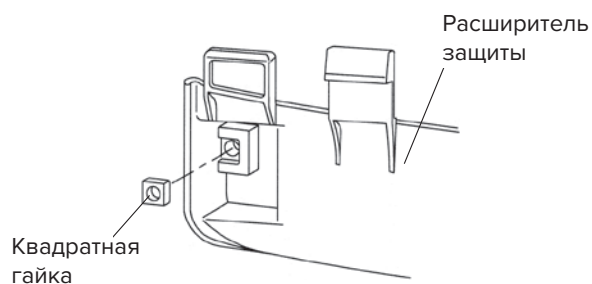

Рис. 5b
1. Вставьте квадратную гайку в расширитель защиты, как показано на рис. 5b.
2. Прикрепите нож для обрезки лески на расширитель защиты с помощью винта М5х20, зафиксировав с помощью квадратной гайки (на рис. 5b), как показано на рис. 5с.